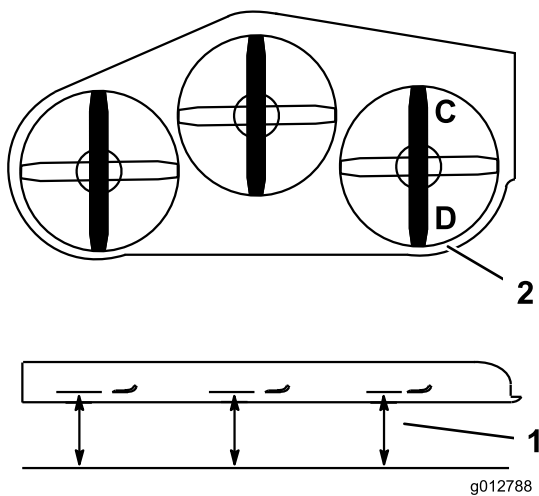

図 87
1. 右側のブレードを前後方向に向ける (図 87)。
2. **C**位置で、平らな床面から右側ブレードの刃先までの高さを測り、測定値を記録する (図 87)。
3. **D**位置で、平らな床面から右側ブレードの刃先までの高さを測り、測定値を記録する (図 87)。
4. **C** 位置におけるブレードの高さが、**D** 位置におけるブレードの高さよりも 6～10 mm 低ければ適正である (図 87)。高さの差がこの範囲内でない場合には以下の手順で調整する。